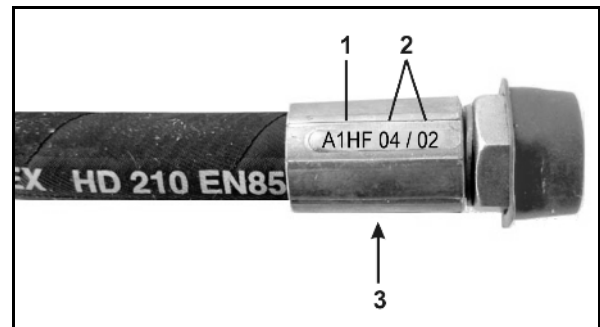

Bild 55
2. Skruva loss magnethättan (Bild 55/1)
3. Ta av magnetspolen (Bild 55/2)
4. Dra ut ventilspindeln (Bild 55/3) med ventilsäten och rengör med tryckluft eller hydraulikolja.